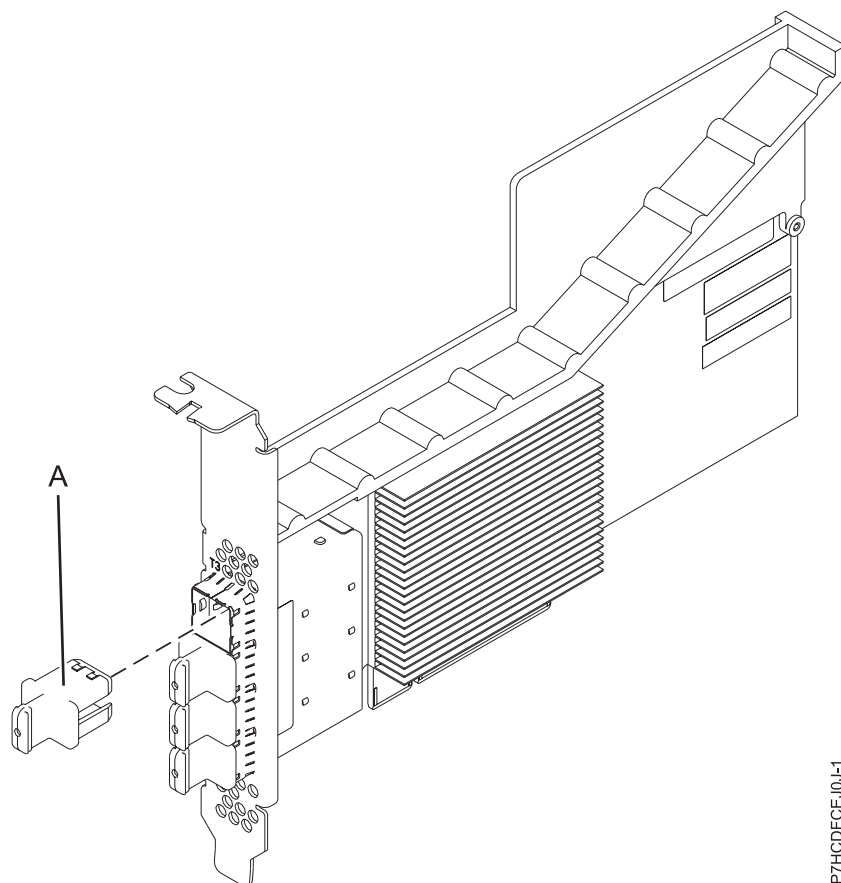

Figura 17. Adaptador RAID SAS PCIe3
L'adaptador SAS RAID PCIe3 de quatre ports i 6 Gb és un adaptador SAS RAID PCI Express (PCIe), de la tercera generació que té un perfil baix, amb un factor de format curt però que s'empaqueta amb una instal·lació d'altura completa. L'adaptador s'utilitza en aplicacions d'alt rendiment, alta densitat i SCSI connectat en sèrie (SAS). Admet la connexió de disc SAS i cintes SAS utilitzant mini connectors x4 SAS d'alta densitat (HD) que permeten que els enllaços físics es puguin fer servir en diverses configuracions de port reduïdes i àmplies. La connexió de cintes SAS només s'admet en una configuració d'un sol adaptador i no es pot combinar amb el disc SAS del mateix adaptador. L'adaptador no té memòria cau d'escriptura. La Figura 17 a la pàgina 51 mostra l'adaptador SAS RAID PCIe3 de quatre ports i 6 Gb.
Figura 17 mostra l'adaptador. L'endoll del connector **(A)** es troba en un port buit i impedeix danys en aquest port sempre que s'endollin o s'extreguin cables de connectors de port adjacent.